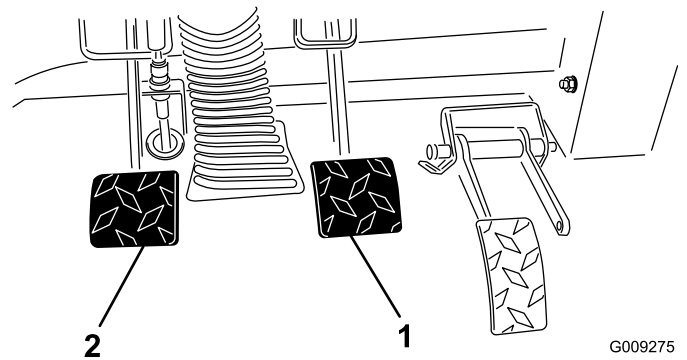

図 69
2. ブレーキペダル (図 69) を持ち上げてフレームに接触させる。